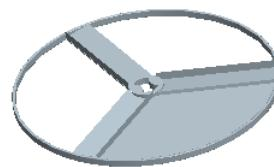

图 5.14 填充曲面 1
Step8. 创建图 5.14 所示的填充曲面 1。
- (1) 单击**分型面**操控板**曲面设计**▼区域中的“填充”按钮█，此时系统弹出“填充”操控板。